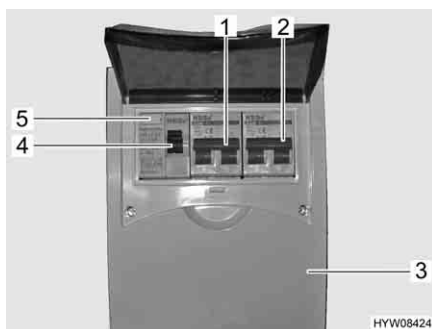

Fig. 56 Scatola dei fusibili a 230 V con interruttore di sicurezza e interruttore automatico FI
Un interruttore di sicurezza per correnti di guasto (interruttore automatico FI) (Fig. 56,4) nella scatola dei fusibili (Fig. 56,3) protegge l'intero veicolo da correnti di guasto (0,03 A).
L'interruttore di sicurezza collegato in serie (10 A) (Fig. 56,1) protegge le prese da 230 V, l'apparecchio per l'alimentazione elettrica, il caricabatteria supplementare e il frigorifero.
Per veicoli con accessori opzionali, p. es. l'impianto di climatizzazione, un ulteriore interruttore di sicurezza (16 A) (Fig. 56,2) protegge l'apparecchio.
- Se il veicolo è collegato all'alimentazione a 230 V, premere il tasto di controllo (Fig. 56,5). L'interruttore di sicurezza per correnti di guasto (FI) deve scattare.